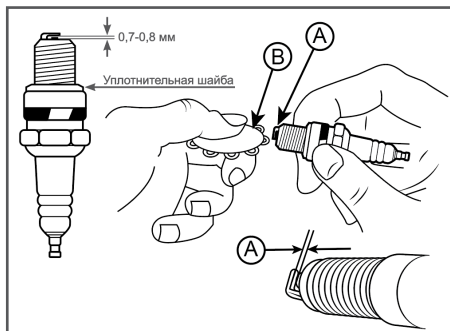

Рис. 12 Обслуживание свечи зажигания
4. Измерьте зазор А между электродами свечи зажигания специальным щупом В. Зазор должен быть 0,7-0,8 мм (Рис. 12). При увеличении или уменьшении требуемого зазора, рекомендуется заменить свечу, так как регулировка зазора может привести к изменению качества искрообразования.